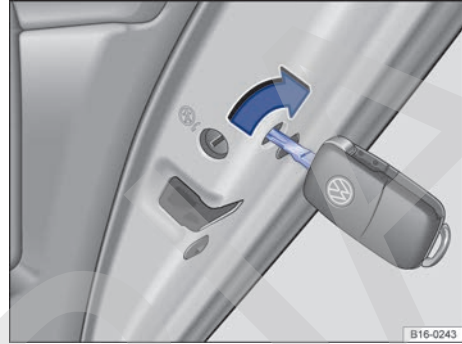

Fig. 56 En el frontal de la puerta trasera derecha: bloqueo de emergencia del vehículo con la llave de este.
- Introduzca el paletón en la ranura que hay detrás del orificio y gírelo en el sentido de las agujas del reloj en el caso de la puerta derecha → fig. 56 (flecha) o en el sentido contrario al de las agujas del reloj en el caso de la puerta izquierda.